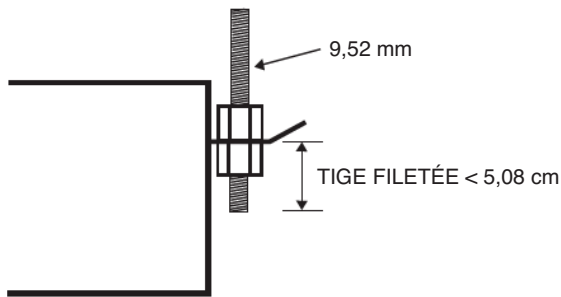

Figure 9 — Tige filetée
3. Maintenez l'appareil en position avec des contre-écrous et des rondelles sur les deux côtés du support de montage. Assurez-vous que la tige filetée ne dépasse pas de plus de 5 cm en dessous des supports de montage, comme il est illustré à la fig. 9.